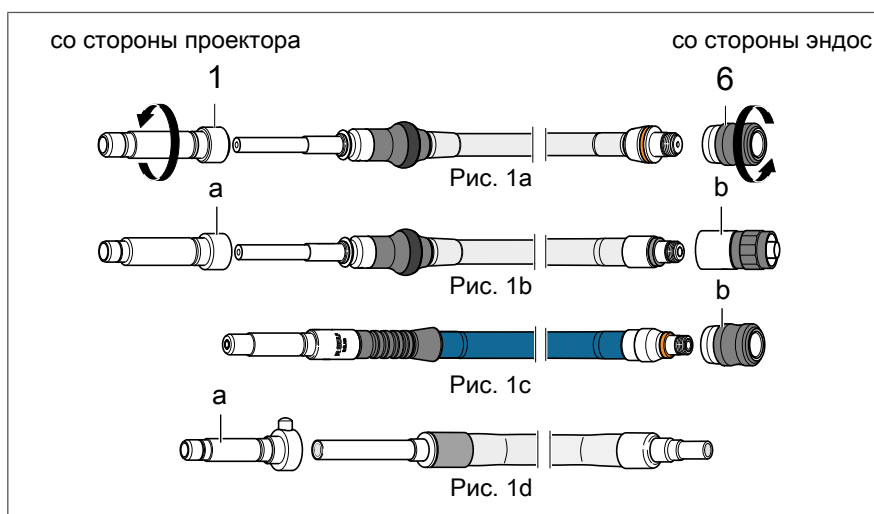

Рис. 1
Адаптеры (1) и (6) отвинчиваются и могут быть заменены со стороны проектора и эндоскопа соответствующими адаптерами (а) и (b) (рис. 1а).
Применение наборов специальных волоконных световодов [С] (фирмы RICHARD WOLF) (рис. 1с)